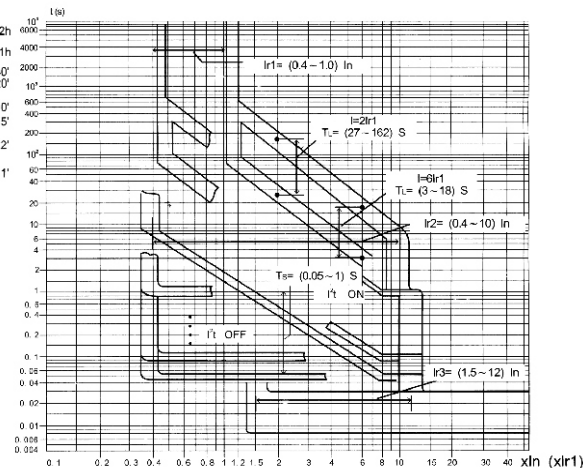

图4 H型智能脱扣器的过电流保护特性曲线
6.2.3 H型智能脱扣器的过电流保护特性曲线见图4、技术数据见表5。